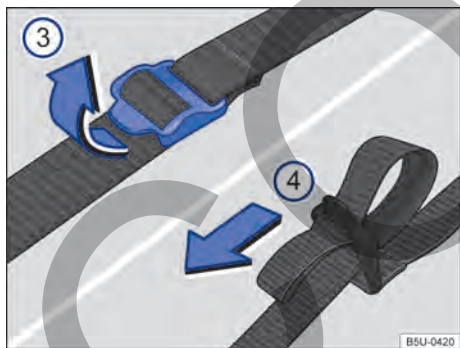

Fig. 137 Cintas de fijación de la bolsa de herramientas de a bordo.
- Tirar las hebillas de la cinta de fijación en el sentido de la flecha → fig. 137 ③.
- Tirar firmemente las cintas ① por las alzas en el sentido de la flecha → fig. 137 ④ para fijar la bolsa de herramientas de a bordo.